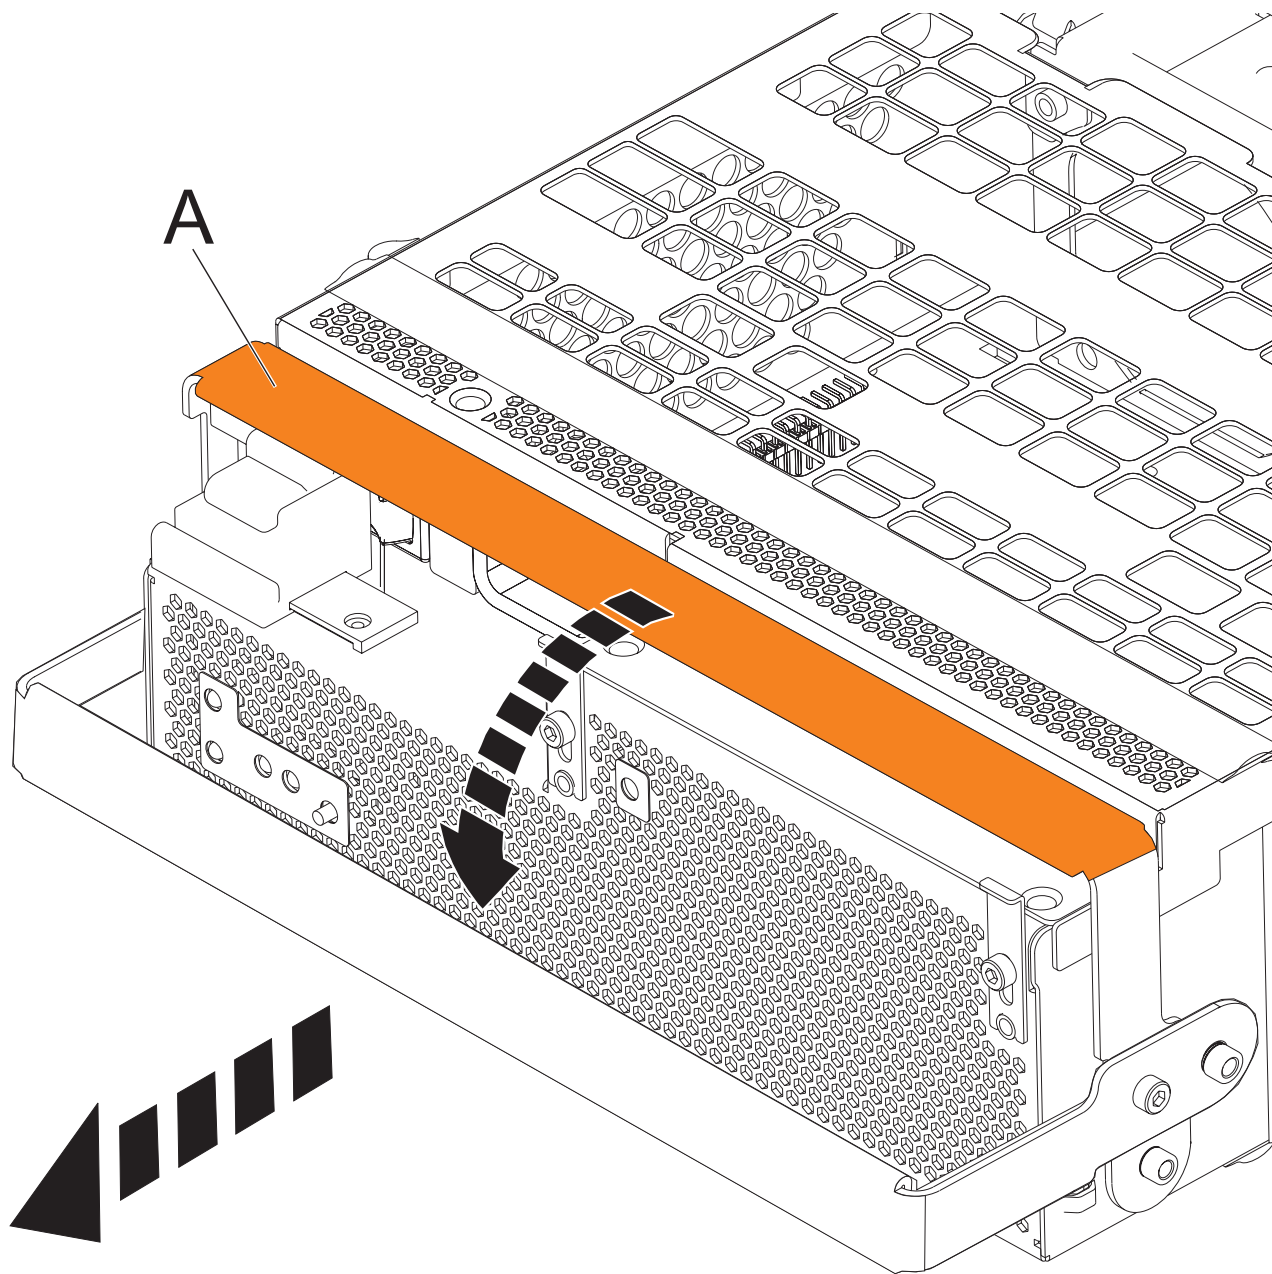

Figura 85. Extracción de los conjuntos de convertidor fuera de línea (OCA)
- a. Tire del asa del OCA (**A**) completamente hacia abajo hacia la dirección que se muestra, para sacar el OCA de su sitio. Consulte Figura 85 en la página 130.